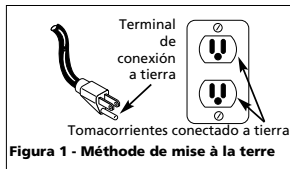

Figura 1 - Méthode de mise à la terre
1. Este producto está diseñado para circuitos nominales de 120 voltios y tiene un enchufe para conexión a tierra similar al de la Figura 1. Cerciórese de conectarlo a un tomacorrientes cuya configuración sea similar a la del enchufe. Este producto se debe conectar a tierra. En caso de que ocurra un cortocircuito, esto evitaría el riesgo de choque eléctrico al ofrecerle un cable de desvío a la corriente eléctrica. Este producto tiene un cordón con un alambre y terminal de conexión a tierra. Debe conectarlo a un